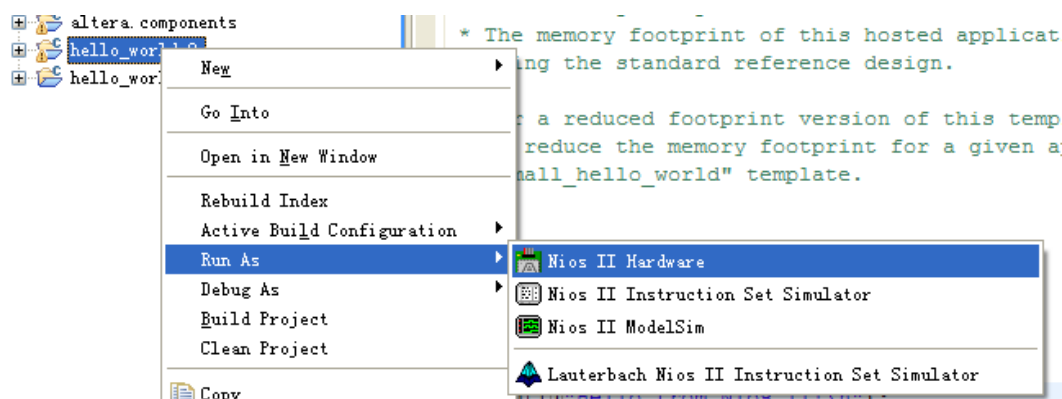

图 6-19 运行 C 代码
26. 在 hello_world_0 工程上右击，选择 Run As ->Nios II Hardware，如图 6-19。